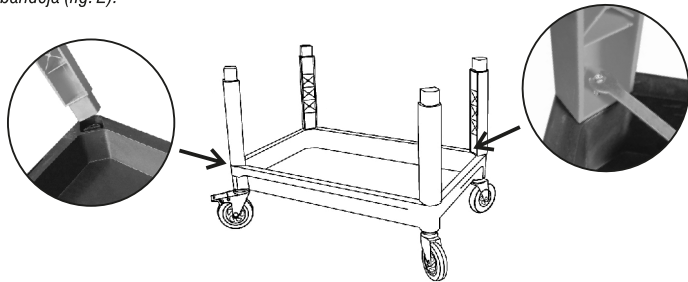

Fig. 2 - Montaje de la parte inferior del equipo
- Con las ruedas montadas en la bandeja inferior, monte y atornille las 4 varillas laterales en la bandeja (fig. 2).